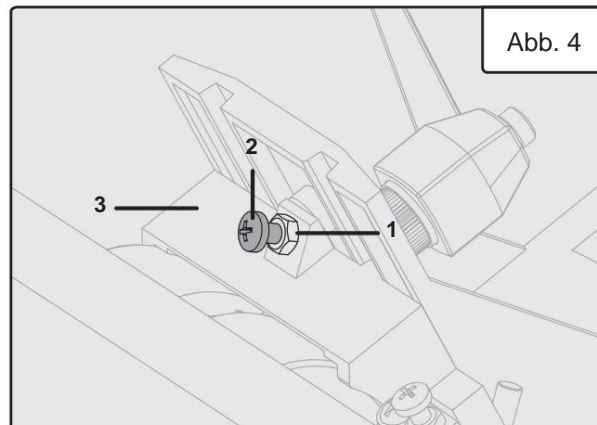

Abb. 4
EINSTELLEN DES rechten 45° (135°)-ANSCHLAGS (Abb. 4)
3. Wenn eine Einstellung erforderlich ist, nachdem der Winkel auf 135°, lösen Sie die Kontermutter (Abb. 4 - 1) und drehen Sie die Einstellschraube (Abb. 4 - 2) im oder gegen den Uhrzeigersinn, bis die Einstellschraube den Anschlag berührt, und ziehen Sie die Kontermutter fest, um die Einstellung zu sichern. Überprüfen Sie den Winkel erneut und nehmen Sie bei Bedarf eine Feineinstellung vor. Wenn der richtige Winkel erreicht ist, überprüfen Sie, ob der Zeiger auf der Winkelskala auf 45° ausgerichtet ist.
HINWEIS: Die Kontermutter und die Einstellschraube befinden sich oben auf der Zaunbasis (Abb. 4 – 3).